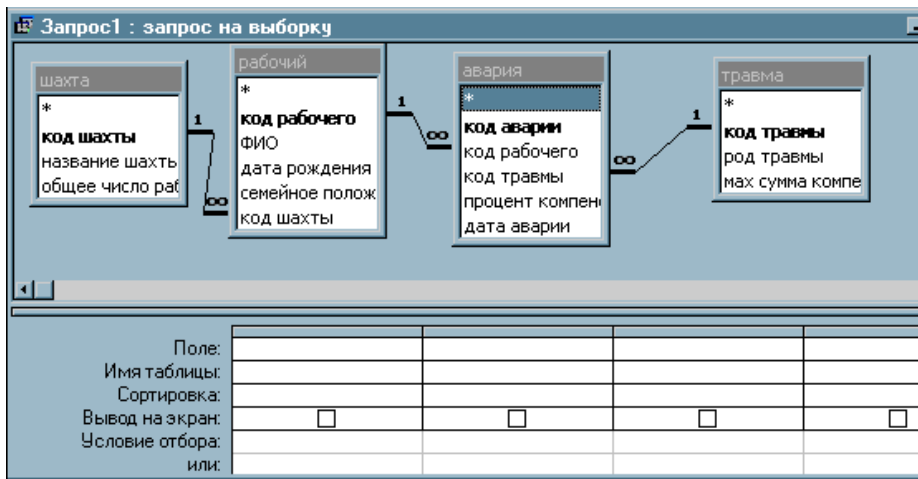

Рис. 2.18 – Вікно конструктора запиту з вибраними таблицями
1. У вікні "Добавление таблицы" зі списку необхідно виділити таблиці, поля яких будуть використовуватися в запиті, і натиснути кнопку **Добавить**. Таблиці, що додаються, з'являться у верхній частині вікна "Запрос на выборку" із установленими раніше зв'язками (рис.2.18).